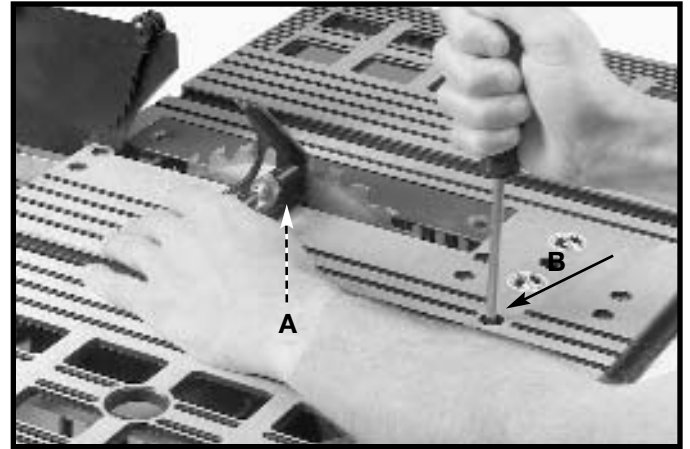

Fig. 31
3. Coloque una escuadra (A) Fig. 31 sobre la mesa y contra la hoja, tal como se ilustra, y revise si la hoja se encuentra a 90 grados de la mesa. Si la hoja no se encuentra a 90 grados a la mesa, afloje el tornillo (B) unas cuantas vueltas, y mueva el mecanismo de inclinación de hoja hasta que la hoja quede a 90 grados a la mesa. Ajuste entonces la agarradera de cierre de inclinación de hoja y apriete el tornillo (B) hasta que haga fondo.